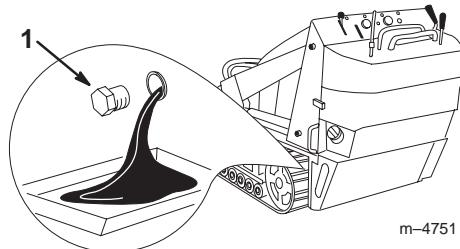

Bild 32
- Entfernen Sie die Ablassschraube (Bild 32).